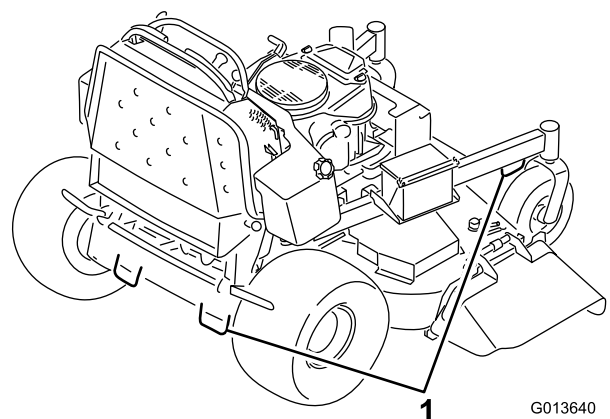

Figura 24
6. Utilice los bucles metálicos de amarre de la máquina para sujetar la máquina firmemente al remolque o al camión con correas, cadenas, cables o cuerdas (Figura 24).